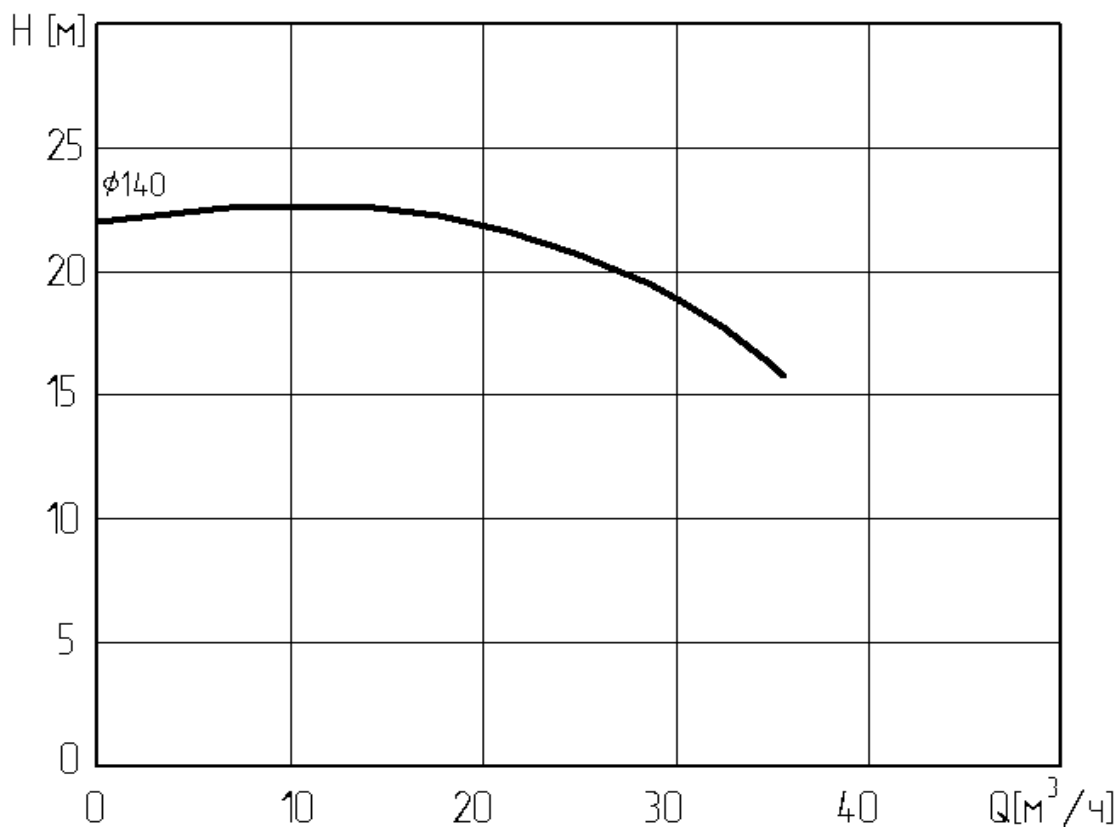

Рис. 1 Рабочие характеристики насоса «Иртыш»: ПД 50/125 – 3/2.
2.5. Рабочие характеристики насосов (рис. 1 – 10):